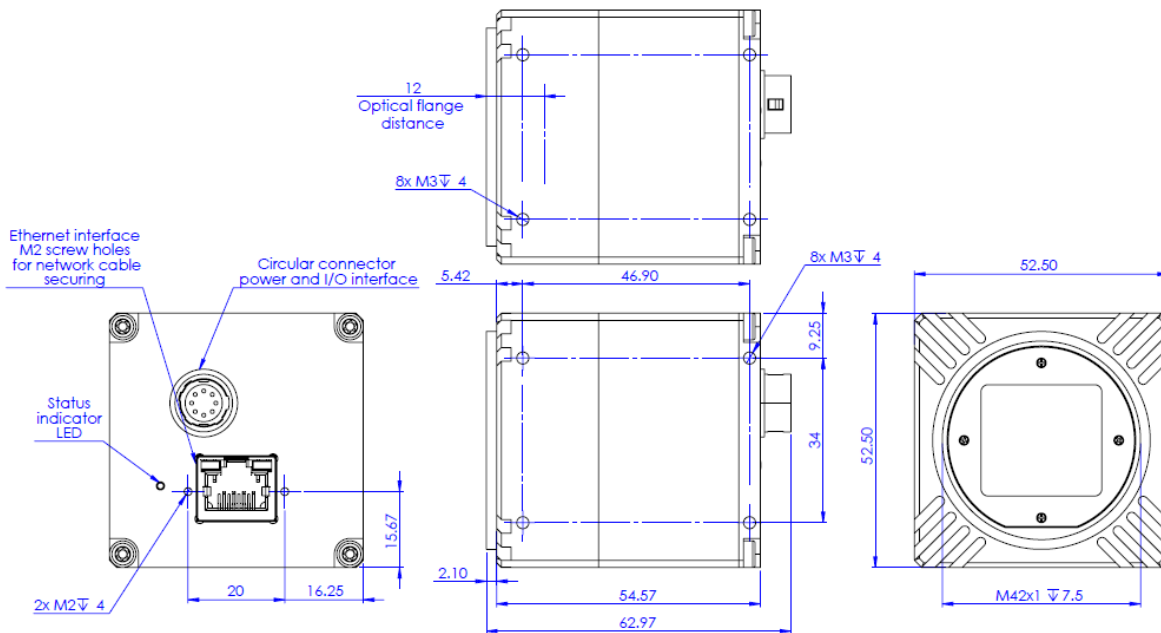

Figure 43: TYPE 2 dimensional drawings.
**TYPE 2** 图纸（图 43）适用于所有带 4/3 英寸至 APS-C 图像格式传感器的相机。这些相机配备 **M42x1** 螺纹卡口，法兰距离为 **12 mm**。